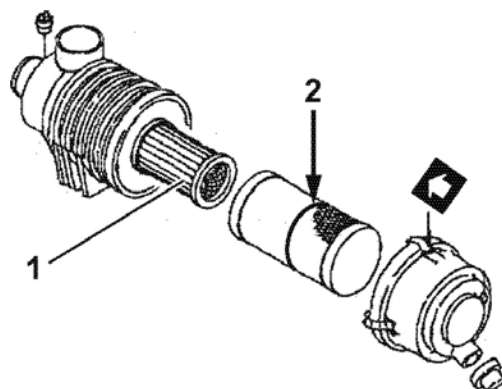

Рисунок 47
4. Если воздухоочиститель оснащен двойным фильтрующим элементом, тогда следует удалить и заменить только внутренний фильтрующий элемент (рисунок 47 (1)), если двигатель потерял в мощности, или индикатор пыли подает предупреждающий сигнал (если имеется индикатор).
Примечание: Если на внешнем элементе есть красная линия (2, рисунок 47), повторно вставьте элемент до положения, когда красная линия перекрывается торцевой гранью корпуса воздушного фильтра.
Если воздухоочиститель оснащен двойным фильтрующим элементом, тогда следует удалить и заменить только внутренний фильтрующий элемент (рисунок 47(1)), если двигатель потерял в мощности, или индикатор пыли подает предупреждающий сигнал (если имеется индикатор). Это является дополнением к замене внешнего фильтрующего элемента.